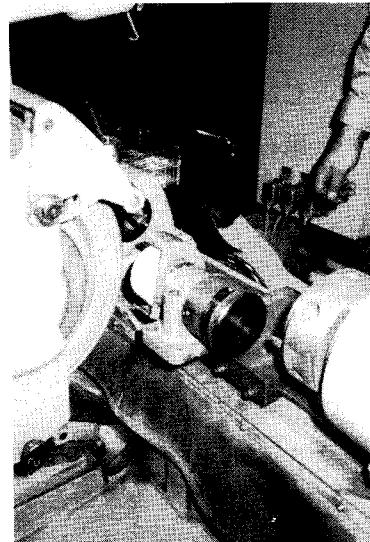

図1-23
(3) ツルーアイグを行う。
① ダイヤモンド砥石を回転させる。
② 砥石台手送りハンドルを回して、砥石台を後退させる。
③ 砥石台前進用押ボタンを押して、砥石台を前進させる。
④ 方向切替ドックの位置を調整する。
- ・テーブルがデッドストップの位置に来たとき、ツルーアイグ装置の砥石が、ダイヤモンド砥石に当らないように、ドックの位置を調整する(図1-23)。
⑤ 砥石台を手動で送り、ツルーアイグ用砥石にダイヤモンド砥石を近づける。